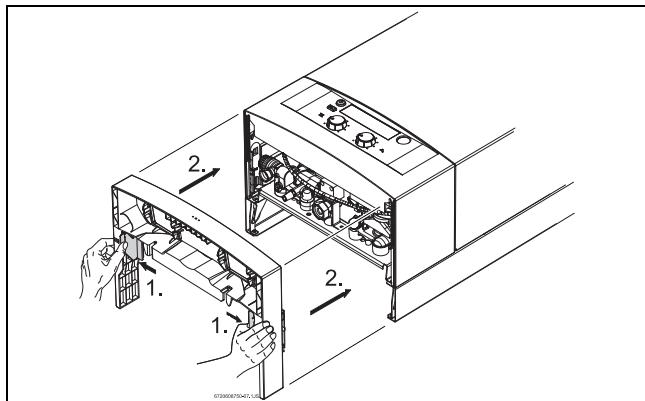

Рис. 15 Положение установки декоративной панели
- Установить декоративную панель, как показано на рис. 15.